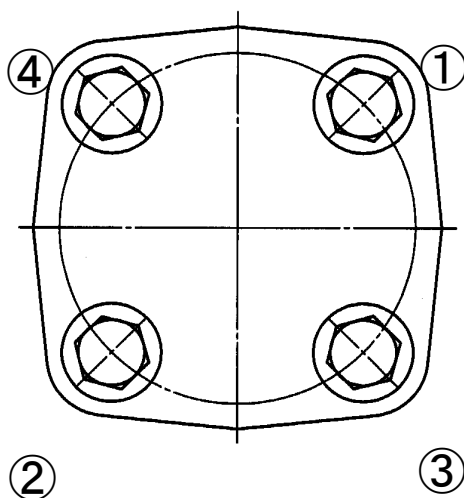

図 7.2 ふたボルトの締め付け順序例
- ② この場合、ふたボルト、弁棒ねじ部にはグリースを塗ることによって焼き付きやかじりを防止することができます。
- ③ グランドパッキンを挿入する場合は、グランドパッキンの切り口が重ならないように、1リングずつ挿入し、且つ1リングずつ毎に適当な締付力を与えてください。
- ④ パッキンリング、グランドパッキン、ランタンリング、グランドパッキンの順に挿入してください。
- ⑤ ふたボルトの締め付けにあたっては、図 7.2に示すとおり、相対するボルトナットを交互に均等な力で締めてください。弁箱フランジ面とふたフランジ面が密着するまで締めつけてください。
- ② この場合、ふたボルト、弁棒ねじ部にはグリースを塗ることによって操作性を維持することができます。
- ⑤ ふたボルトの締め付けにあたっては、図 7.2に示すとおり、相対するナットを交互に均等な力で締めてください。弁箱フランジ面とふたフランジ面が密着するまで締めつけてください。
- ⑥ ふたボルトの締め付けトルクは、表 7.1に示すとおりです。